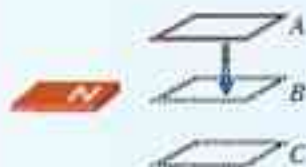

图 4.3-11 判断线圈内感应电流的方向
4. 如图 4.3-11 所示，在水平放置的条形磁铁的 N 极附近，一个闭合线圈向下运动并始终保持水平。在位置 B ， N 极附近的磁感线正好与线圈平面平行，试判断线圈在位置 A 、 B 、 C 时感应电流的方向。